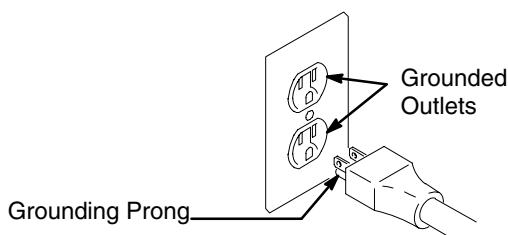

Fig. 1
1. This equipment requires a 120 Vac, 60 Hz, 15A circuit with a grounding receptacle. Fig. 1.
1. Ce matériel exige des 120 Vac, 60 Hz, le circuit 15A avec une prise de mise à la terre. Fig. 1.